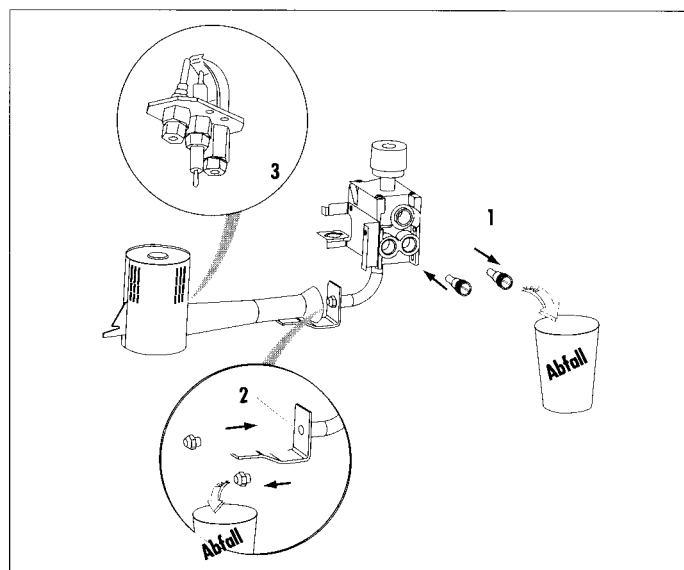

Abb. 11 Umstellung auf Flüssiggas
- Drossel (Abb. 11, Position 1) in der Gasarmatur gegen die für den jeweiligen RG-Speicher Typ vorgesehene Drossel des Flüssiggas-Umrüstsatzes austauschen. Die Kennzeichnung der Düsen können Sie der Tabelle auf Seite 9 entnehmen).
- Hauptbrennerdüse (Abb. 11, Position 2) tauschen
- Zündbrennerdüse (Abb. 11, Position 3) tauschen